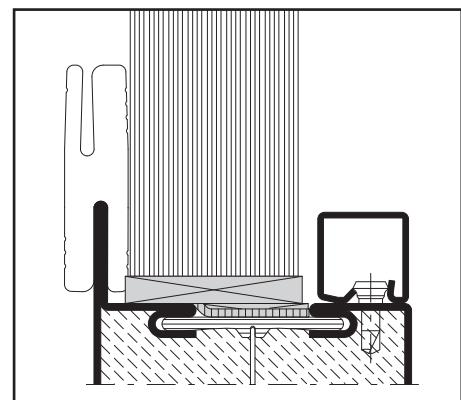

Abb. 24 / Fig. 24 / Fig. 24
- Glaselement einsetzen, ausrichten und verklotzen. Alle Glasleisten aufklipsen (Abb. 24).
- Mettre en place le vitrage, le positionner et le caler. Clipper toutes les parcloses (fig. 24)